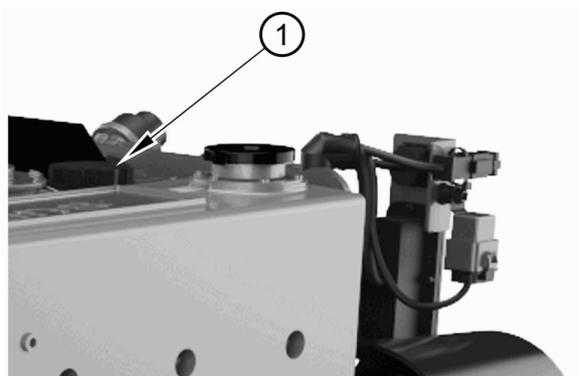
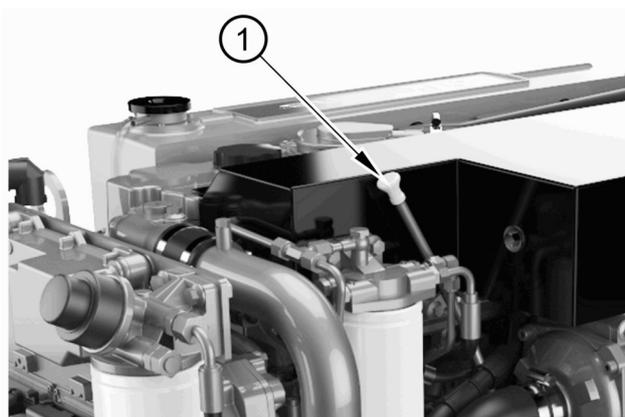

Figura 19
Figura 20
3. Pulire la zona attorno al tappo di rifornimento sulla parte superiore del coperchio bilancieri. Rimuovere il tappo (figura 19 voce 1) e aggiungere lentamente nel motore circa 15 litri di olio lubrificante nuovo e pulito di specifica approvata per il motore. Lasciare all'olio il tempo sufficiente per raggiungere la coppa. Sfilare l'astina di livello (figura 20 voce 1) e verificare che l'olio lubrificante raggiunga l'indice di massimo. Non superare l'indice di "massimo" sull'astina di livello. Montare il tappo di rifornimento e controllare che l'astina di livello sia inserita in modo corretto nel rispettivo tubo.